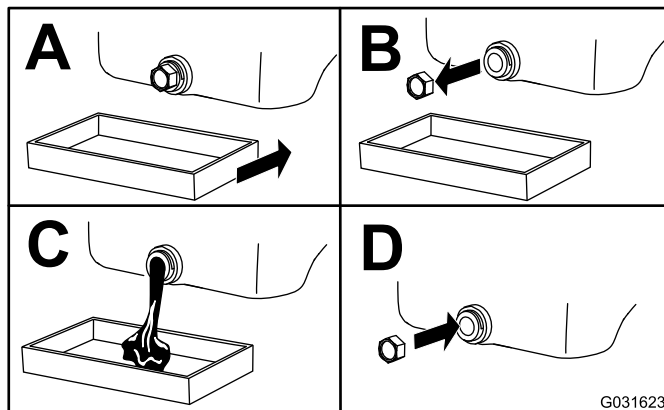

Figura 48
3. Mude o óleo do motor conforme indicado na Figura 48.